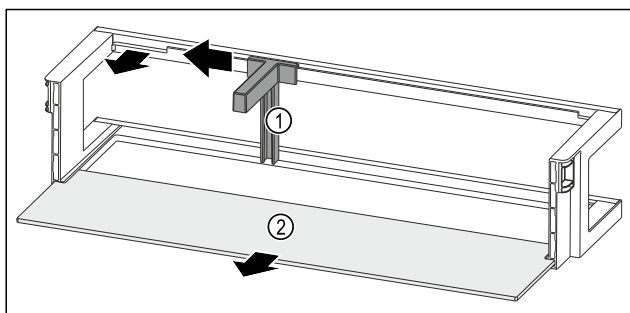

Fig. 187 Дверная полка с держателем для бутылок и съемной полкой
- ▶ Сместите держатель для бутылок Fig. 187 (1) до выемки в сторону.
- ▶ Извлеките держатель для бутылок Fig. 187 (1).
- ▶ Извлеките съемную полку Fig. 187 (2).